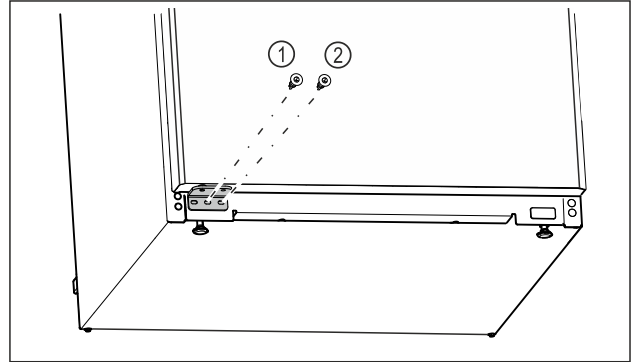

Fig. 17
- Kierrä laakerijalustan Fig. 17 (1) keskimäinen ruuvi kiinni Torx 20 -ruuvimeisselillä.
- Kierrä laakerijalustan Fig. 17 (2) sisempi ruuvi kiinni Torx 20 -ruuvimeisselillä.